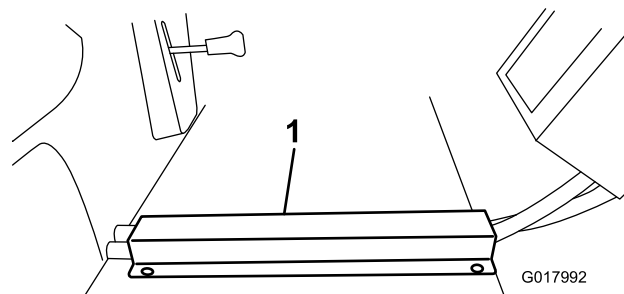

図 23
3. ホースの上からホース用チャネルを被せて、前側のエッジをフロアボードの前側のエッジにそろえる。フロアボードにドリルで穴を開けて、タップねじで固定する図 23。